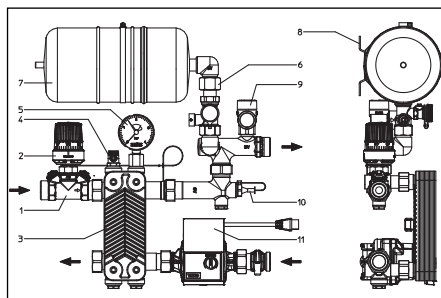
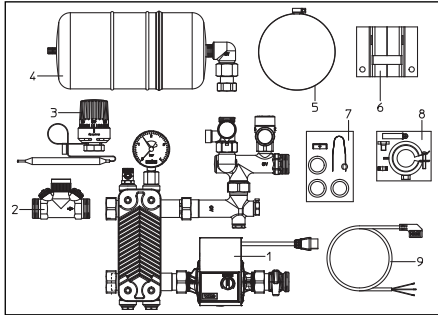

Fig. 5.1 Dettaglio del gruppo „Regufloor HX“
Fig. 6.1 Componenti inclusi nella fornitura
- Montare la valvola di regolazione „Hyocon HTZ“ (Parte 2, Fig. 6.1) nella mandata del lato primario del gruppo (Parte 1, Fig. 6.1).
- Inserire il gruppo premontato (Parte 1, Fig. 6.1) con il kit di montaggio (Parte 8, Fig. 6.1) nella cassetta ad incasso.
- Avvitare il vaso di espansione a membrana (Parte 4, Fig. 6.1) sulla valvola a cappa (Parte 6, Fig. 5.1) e fissarlo con la fascetta di fissaggio e con la piastra di arresto (Parte 5 e 6, Fig. 6.1) alla guida della cassetta ad incasso.
- Avvitare il regolatore di temperatura (Parte 3, Fig. 6.1) sulla valvola di regolazione „Hyocon HTZ“ e inserire il sensore nel pozzetto installato nella mandata del lato primario (Parte 10, Fig. 5.1) e fissarlo con la vite. Accertarsi che il tubo capillare non sia piegato o schiacciato.